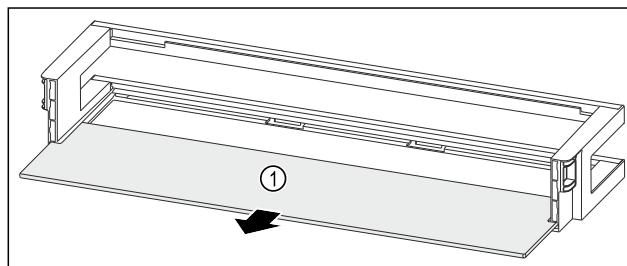

Fig. 96 Dveřní přihrádka s odkládací plochou
- ▶ Odkládací plochu Fig. 96 (1) odeberte.